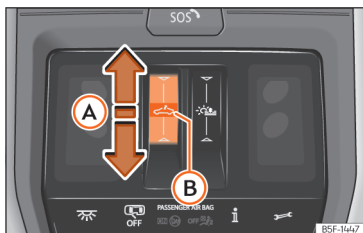

Рис. 87 Стельова консоль: клавіша управління люком.
- Автоматично: проведіть пальцем назад по ділянці **рис. 87 (A)**.
- Протягом 5 секунд після спрацювання захисту від защемлення проведіть пальцем уперед по функціональній зоні **»» рис. 87** (A) і тримайте до повного закриття люка.